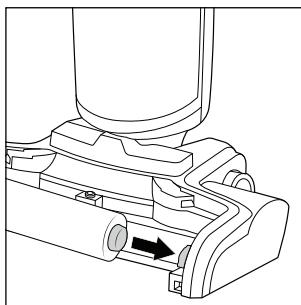

Fig. 39
- ◆ Montér børsterullen **6** og sprøjtebeskyttelsen **7** på produktet igen ved først at sætte børsterullen **6** ind i holderen på højre side af bunddelen **3** (se fig. 39).